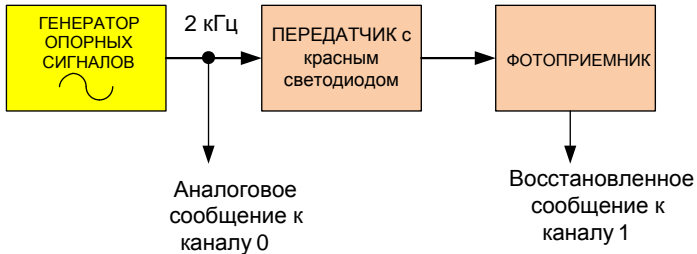

Рис.1. Структурная схема опико-электронной линии передачи информации
- Для выполнения дальнейших исследований, используется структурная схема рис.1.